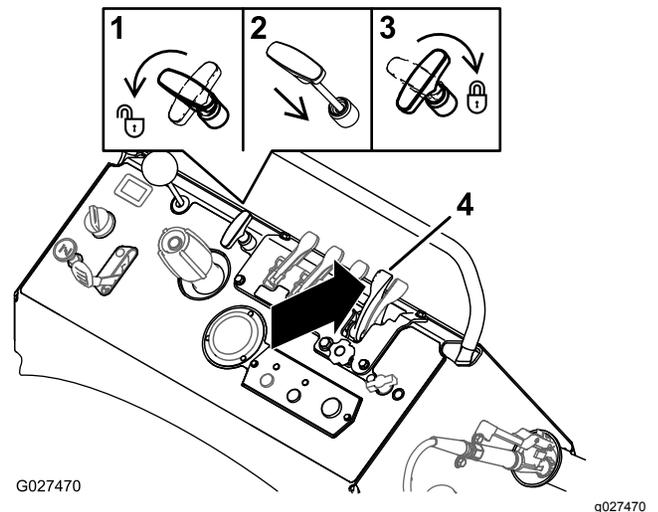

Figure 85
3. Pour fermer le déflecteur de la turbine, poussez le levier d'application grande largeur complètement en avant (Figure 85).
4. Tournez la poignée de commande d'épandage dans le sens antihoraire, enfoncez-la et tournez-la dans le sens horaire (3); voir Figure 85.